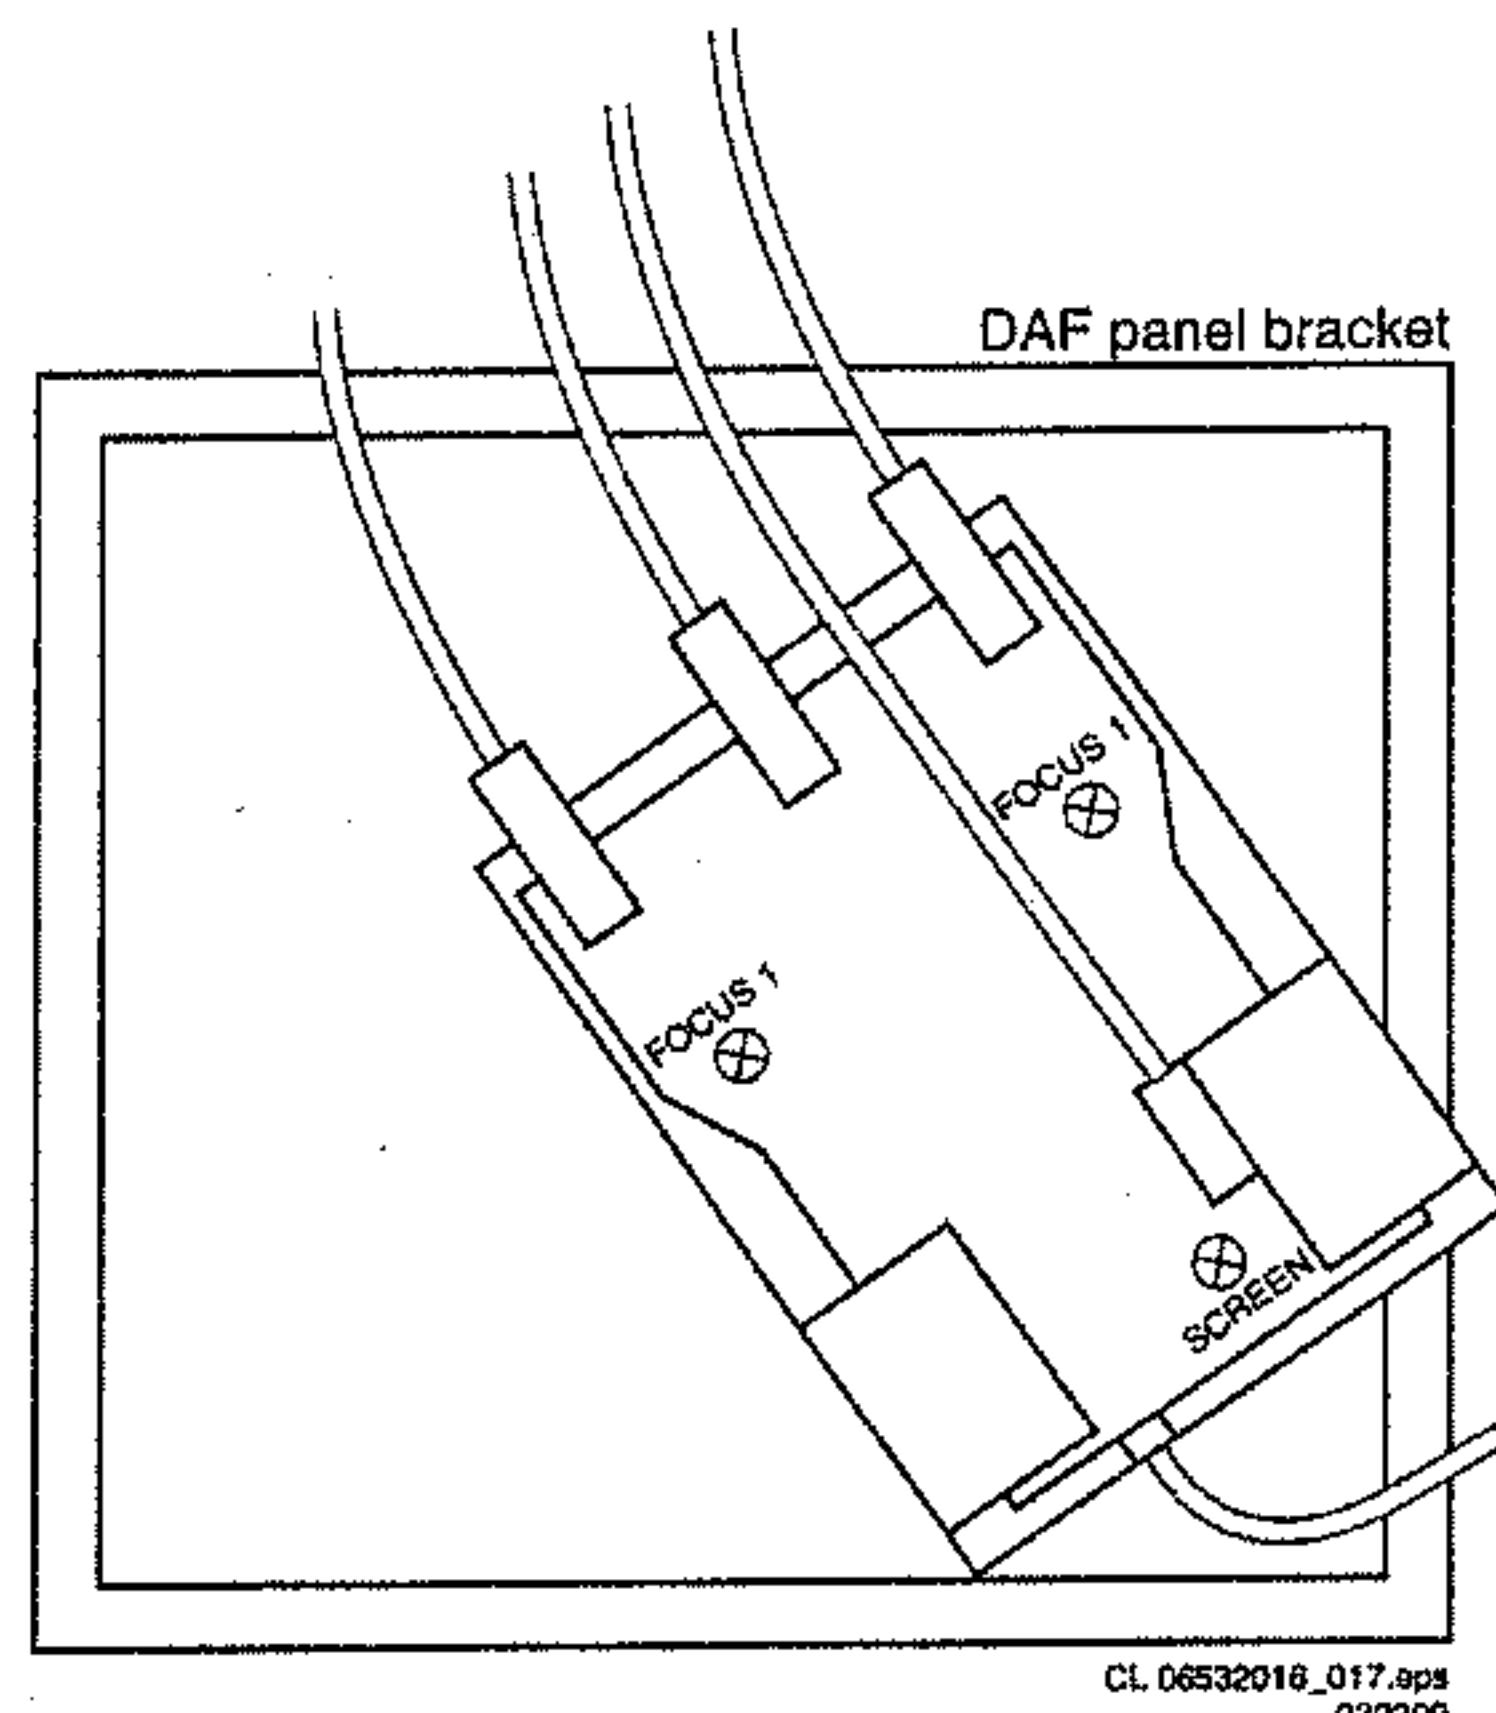

Abbildung 8-2
2. Stellen Sie den Fokus mit Hilfe der 2 Fokuspotentiometer am DAF-Modul ein (über dem LOT, siehe Abb. 8-2), bis die horizontalen und vertikalen Linien auf Höhe der Mittellinie die minimale Breite erreicht haben, ohne dabei einen sichtbaren Schleier zu zeigen.